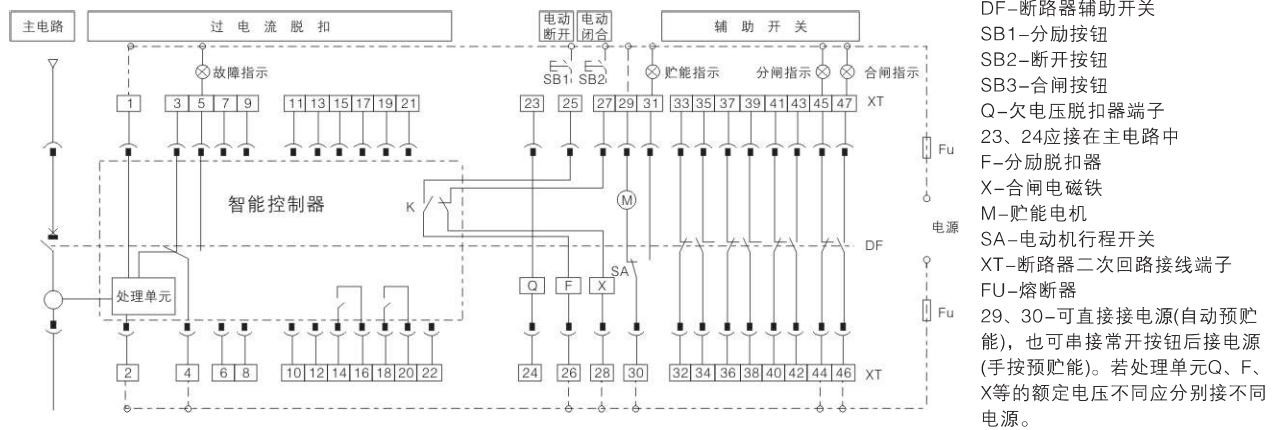

图13e 配L或M型智能控制的断路器二次回路接线图(辅助开关为四开四闭触头)
• 2000~4000(200~4000A)辅助开关由四常开闭触头的二次回路接线图，见图13e